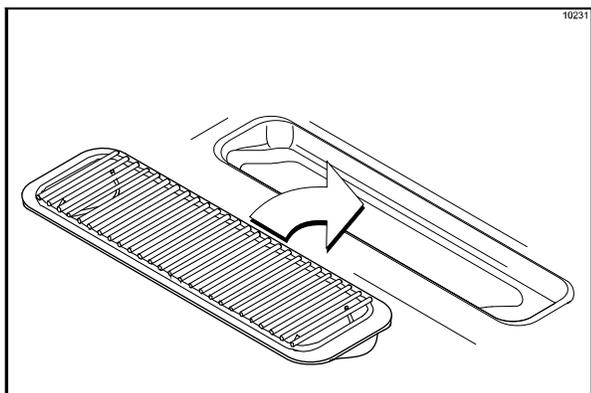

図143
18. ドアスパウト下にフロントドリップトレイとスブラッシュシールドを取り付けます(図143を参照)。